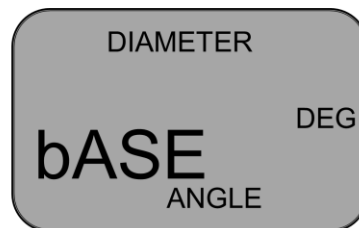

Figura 9. Imagem da tela.
4. Na tela é exibido o modo indicador DIAMETER, o indicador de medição ANGLE (piscando), o indicador de Unidades DEG e a mensagem "base", pedindo-lhe para levar o ângulo de medição base para a árvore (Figura 9).